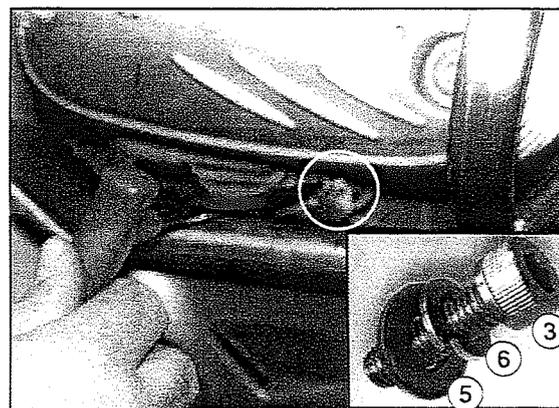

Figure 3
4. Verwenden Sie das Montagematerial aus Tüte #988 und setzen Sie 6 Schraubensätze zusammen (Figure 3)
1. Bringen Sie den Sturzbügel vorsichtig in die richtige Position. Verwenden Sie einen Schraubensatz (Figure 3)